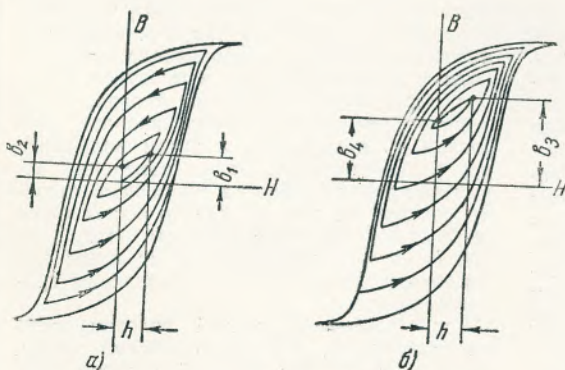

Рис. 8
1) чтобы напряженность поля в зазоре головки записи была пропорциональна току в обмотке головки (магнитодвижущей силе). Это условие обеспечивается применением для изготовления сердечника головки пермаллоя — материала, имеющего ничтожную коэрцитивную силу (порядка сотых долей эрстеда). Предельная гистерезисная петля пермаллоя очень тонка, т. е. ее обе ветви почти сливаются (см. рис. 8, в в № 4 журнала) и между участками насыщения образуют практически прямую линию. Намагничивание сердечника не доводится до насыщения, чем обеспечивается выполнение первого условия;
Обратимся теперь к рис. 8, а. Включим в обмотку слабый постоянный ток и получим слабое постоянное магнитное поле с напряженностью  $h$ . В материале возникнет индукция  $b_1$ . При включении тока сохранится слабая остаточная индукция  $b_2$ , а если напряженность поля была очень мала, то индукция может и совсем не сохраниться.
Если, не выключая постоянного намагничивания  $h$ , включить постепенно возрастающий переменный ток, создающий возрастающее переменное поле, то процесс перемагничивания произойдет по искаженной спирали (рис. 8, а), образуя в конце концов предельную гистерезисную петлю.
Не выключая постоянного поля с напряженностью  $h$ , будем постепенно уменьшать переменное поле до нуля. Процесс перемагничивания пойдет по спирали, показанной на рис. 8, б, и в момент, когда переменное поле станет равным нулю и останется лишь постоянное поле  $h$ , материал окажется намагниченным до значения индукции  $b_3$ , в несколько раз превышающего значение  $b_1$ , до которого он намагничивался только постоянным полем  $h$  при отсутствии переменного. При выключении постоянного поля остаточная индукция  $b_4$  будет опять-таки в несколько раз превышать остаточную индукцию  $b_2$ . При этом даже при самом слабом постоянном поле будет иметь место определенная остаточная индукция.